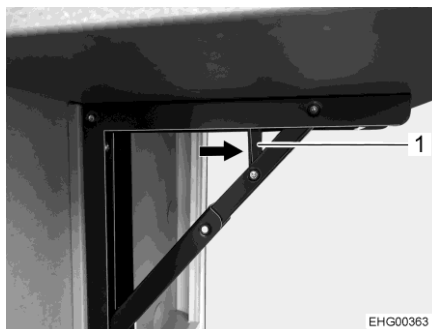

Fig. 28 Sblocco
- Spingere lo sblocco (Fig. 28,1) nella direzione della freccia.